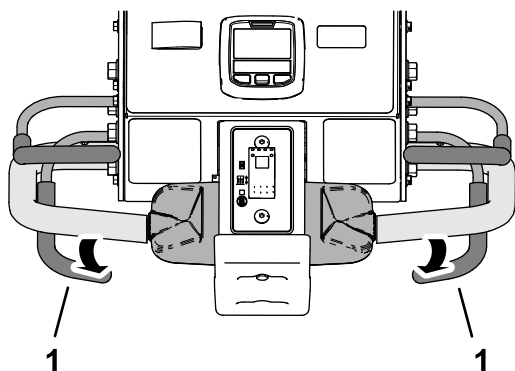

Figura 95
- Eliberează maneta de aerare (Figura 95).